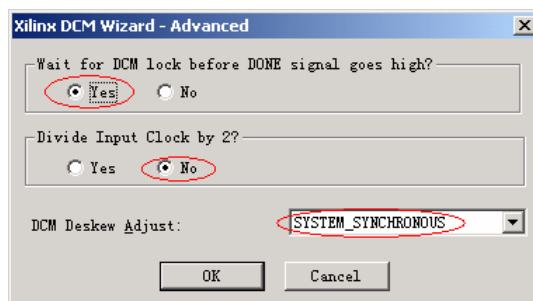

图9-37 设置 DCM 高级参数
- (2) 单击 **Advanced...** 按钮，按照图 9-37 所示设置 DCM 高级参数。